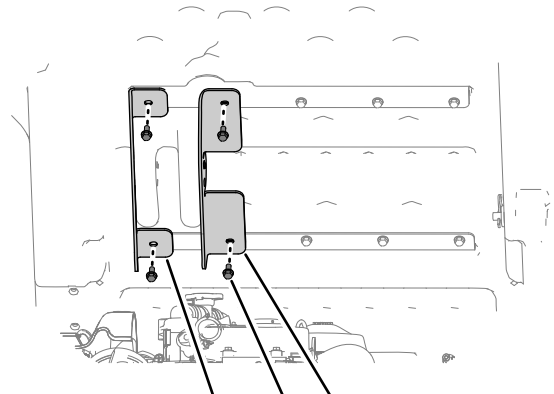

Figure 5
2. Alignez le support de plateau extérieur (brides courtes) sur le trou extérieur de chaque renfort (Figure 5).
3. Fixez le support extérieur (brides courtes) au plateau au moyen de 2 des boulons que vous avez retirés à l'opération 1, et serrez les boulons à la main (Figure 5).
4. Alignez le support de plateau intérieur (brides longues) sur le trou intérieur des renforts (Figure 5).
5. Fixez le support intérieur au plateau au moyen des 2 autres boulons que vous avez retirés à l'opération 1, et serrez les boulons à la main (Figure 5).